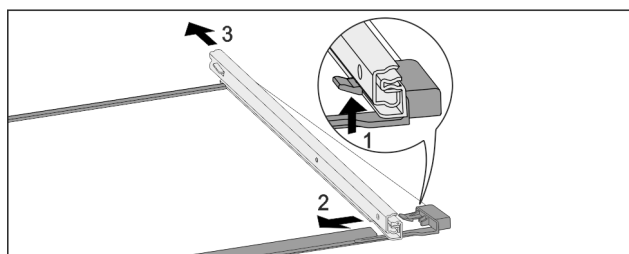

Fig. 105 带轨道的玻璃隔板
- 向上按前端的锁定钩。 Fig. 105 (1)
- 将牵伸轨推向一侧 Fig. 105 (2)，然后向后 Fig. 105 (3) 推。